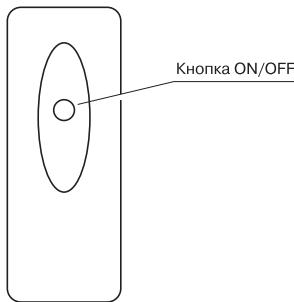

Рис. 2 – Инфракрасный дистанционный пульт управления
5.2.1 Завеса управляется кнопкой ON/OFF с дистанционного пульта или на корпусе (рис.2 и 3).